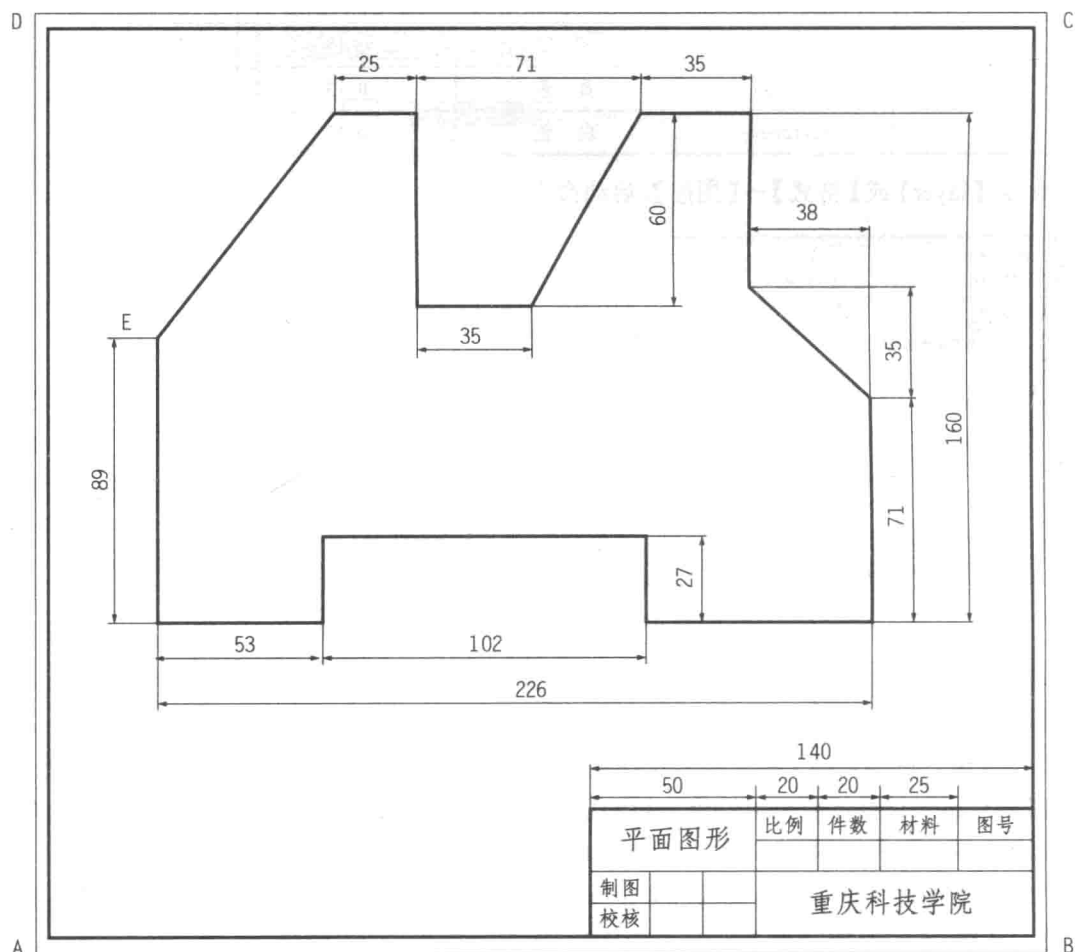

图 2-1 平面图形
1. 按要求完成图 2-1、图 2-11、图 3-1 的基本练习。
创建一张 A3 电子图纸, 绘制如图 2-1 所示的平面图形。